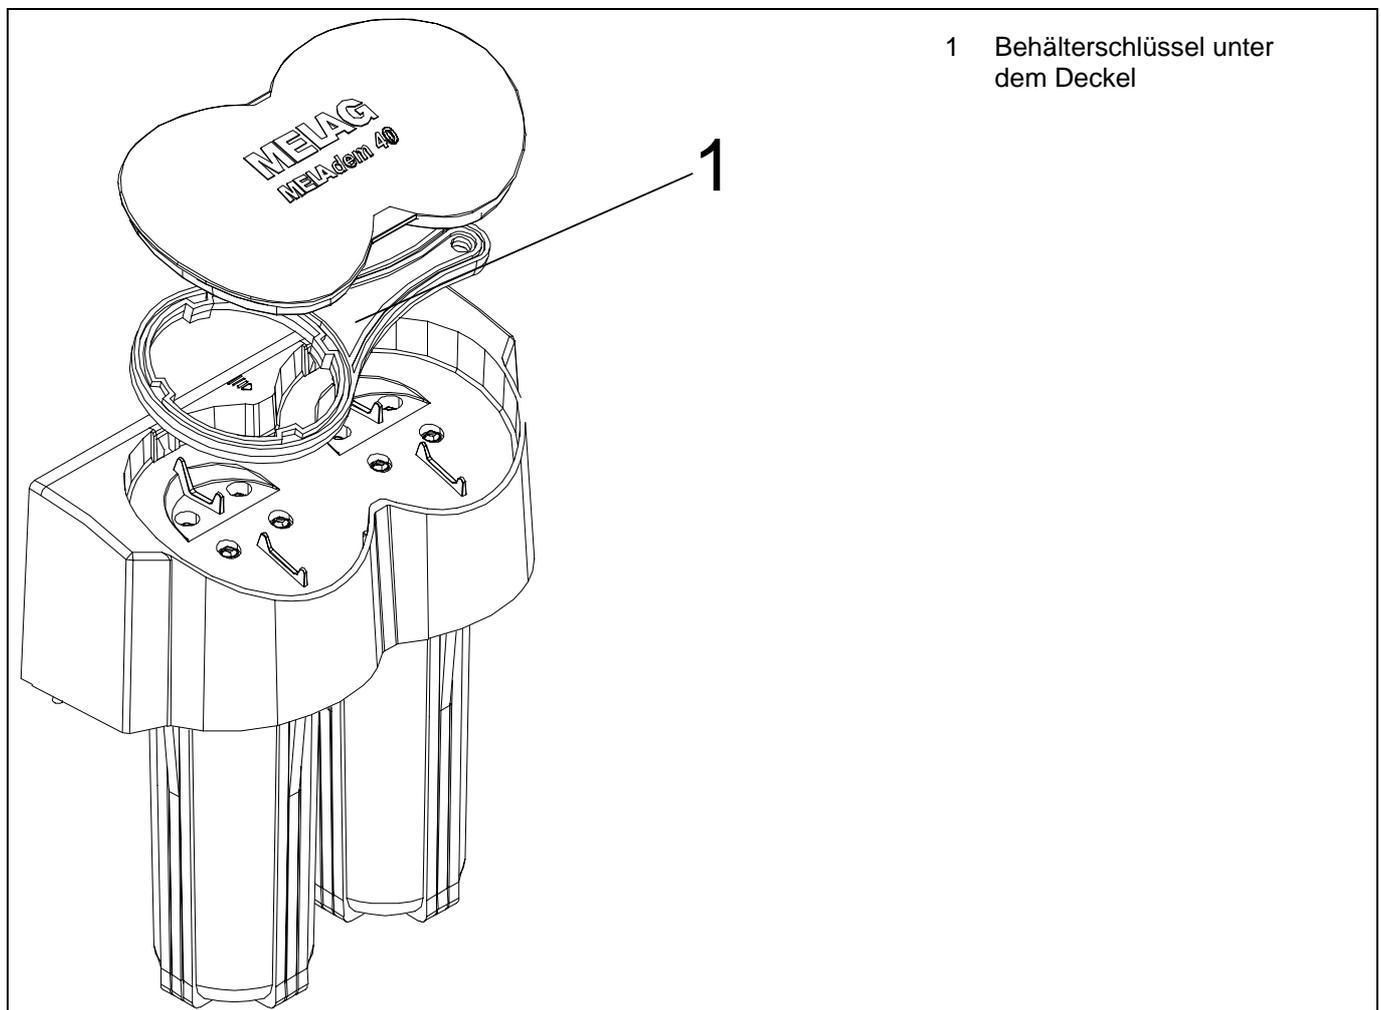

Abbildung 17: Entnahme des Behälterschlüssels
- Entnehmen Sie den Schlüssel aus der MELAdem[®]40 (siehe *Abbildung 17*).